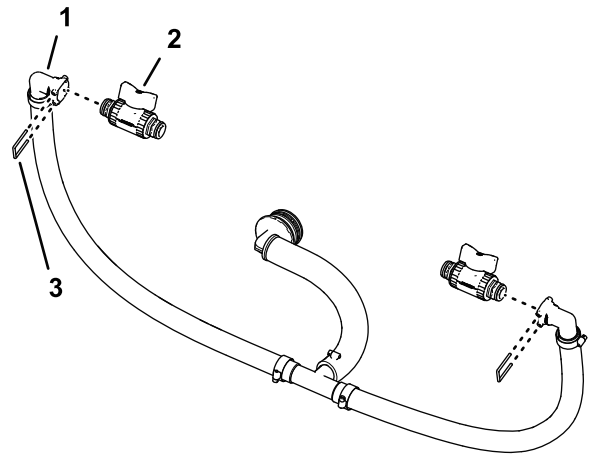

Bild 93
2. Befestigen Sie das Abstellventil in der Buchse des Schnelltrennkupplung (Bild 93).
4. Montieren Sie das Abstellventil und den Halter, den Sie im Schritt 1 von Entfernen des Abschnittüberlaufschlauchs \(Seite 32\) entfernt haben, an den Anschluss der anderen Schnelltrennkupplung (Bild 93).
1. Entfernen Sie, wie in Bild 93 dargestellt, den Halter von der 90°-Schnelltrennkupplung, den Sie in Befestigen der Überlaufschläuche \(Seite 44\) montiert haben.